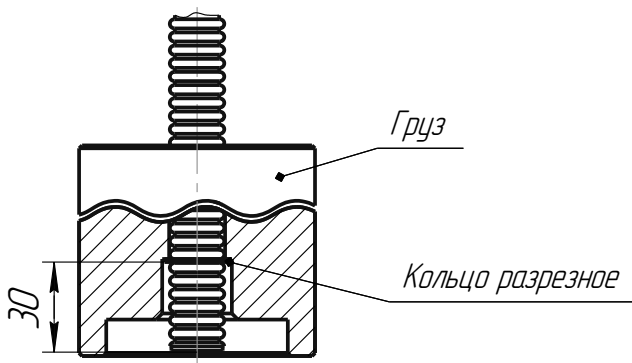

Рисунок 11 – Установка груза
- снять кольцо разрезное, находящееся на нижнем конце направляющей (см. рисунок 11);
- установить на нижнем конце направляющей груз и кольцо разрезное (см. рисунок 11);